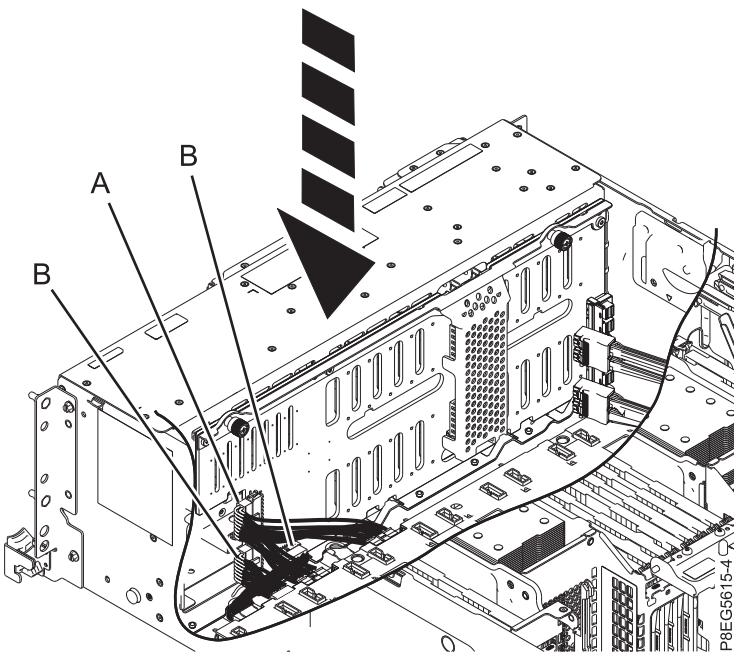

Figure 18. Reconnexion du cordon d'alimentation, du cordon d'interface et du câble du panneau de commande au fond de panier d'unité de disque
5. Reconnectez le cordon d'interface et le câble du panneau de commande (**B**), ainsi que le câble en Y d'alimentation (**A**) au fond de panier d'unité de disque, comme indiqué dans la figure 18.